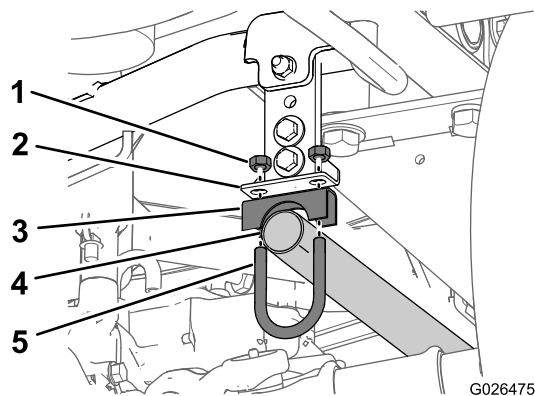

图11
- 3. 在排气管的开口端，将 U 形螺栓（1-1/4 英寸）、鞍形支架（31.75mm）和 2 个螺母宽松地安装到排气管和排气管支架上，以支撑排气管（图11）。
4. 将 U 形螺栓 (1-1/4 英寸)、鞍形支架 (31.75mm) 和 2 个螺母安装到排气管和 Y 形管的接头处 (图11)。
注意： 不要拧紧排气管支架上的消声器夹 (图11)。